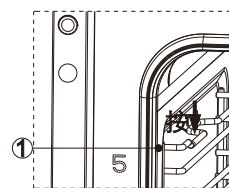
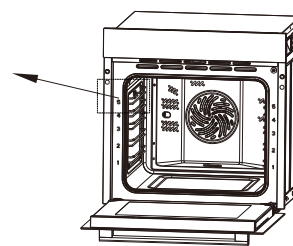

图3
图4
6. 拆、装搁架（左、右搁架方法一致）：按压搁架1的位置（如图3），直至搁架离开定位螺钉，倾斜一定角度后按图4箭头方向取出，即可拆卸。重新装上搁架，按图4中将搁架下端扣入到腔体前后的定位螺钉上，再将上端扣入到定位螺钉即可。